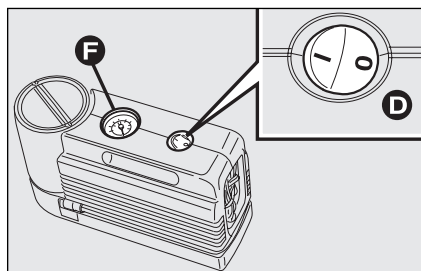
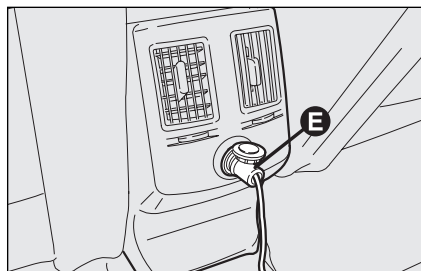

fig. 4
fig. 5
- ☐ controle que el interruptor **D-fig. 4** del compresor esté en la posición 0 (apagado), ponga en marcha el motor, introduzca el enchufe **E-fig. 5** en la toma de corriente más cercana y accione el compresor poniendo el interruptor **D-fig. 4** en posición I (encendido). Infle el neumático a la presión prescrita en el apartado "Presión de inflado" del capítulo "Características técnicas".
Para obtener una lectura más precisa, le aconsejamos controlar el valor de la presión en el manómetro **F-fig. 4** con el compresor apagado;